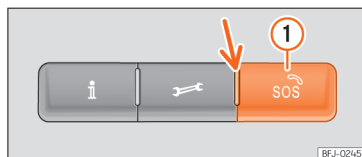

Fig. 42 Na consola do tejadilho: comando para os serviços de voz
Pressionando os botões **i**, **🔧** e **SOS** »» **Fig. 42**, podem executar-se os seguintes serviços de voz:
No comando existe uma luz de controlo »» **Fig. 42** (seta). Indica os seguintes estados:
1. Mantenha pressionado o botão de chamada de emergência durante alguns segundos »» **Fig. 42 ①.**
»» Fig. 42.